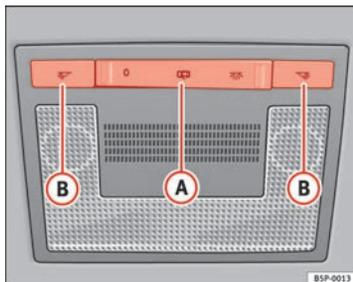

Fig. 79 Revestimento interior do tejadilho: iluminação dianteira do habitáculo
Com o comando (A) ⇒ Fig. 79 pode seleccionar as seguintes posições:
Pressionar o comutador para a posição 0 ⇒ Fig. 79.